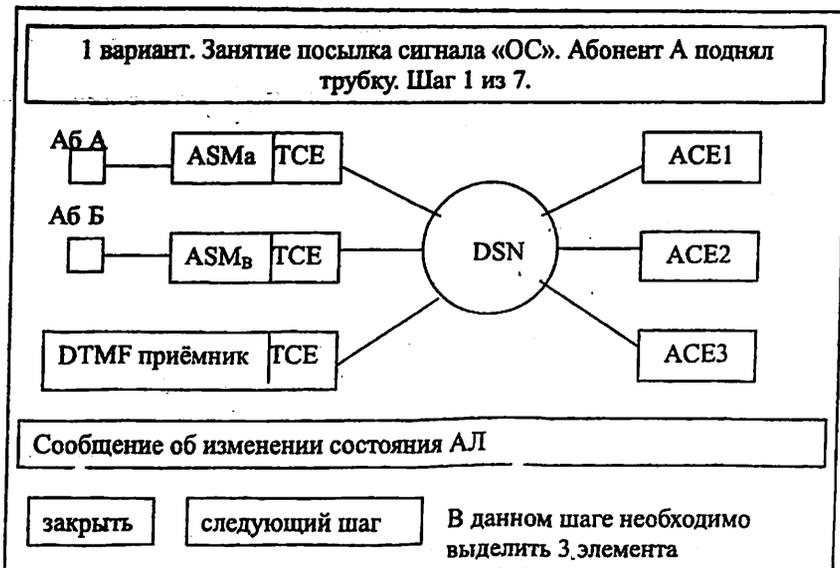

Рис.4.4. Окно программы «Выполнение лабораторной работы»
5. Нажмите кнопку  откроется окно выполнения работы (см. рис.4.4). На схеме с помощью мыши выделите необходимые элементы, нажмите кнопку